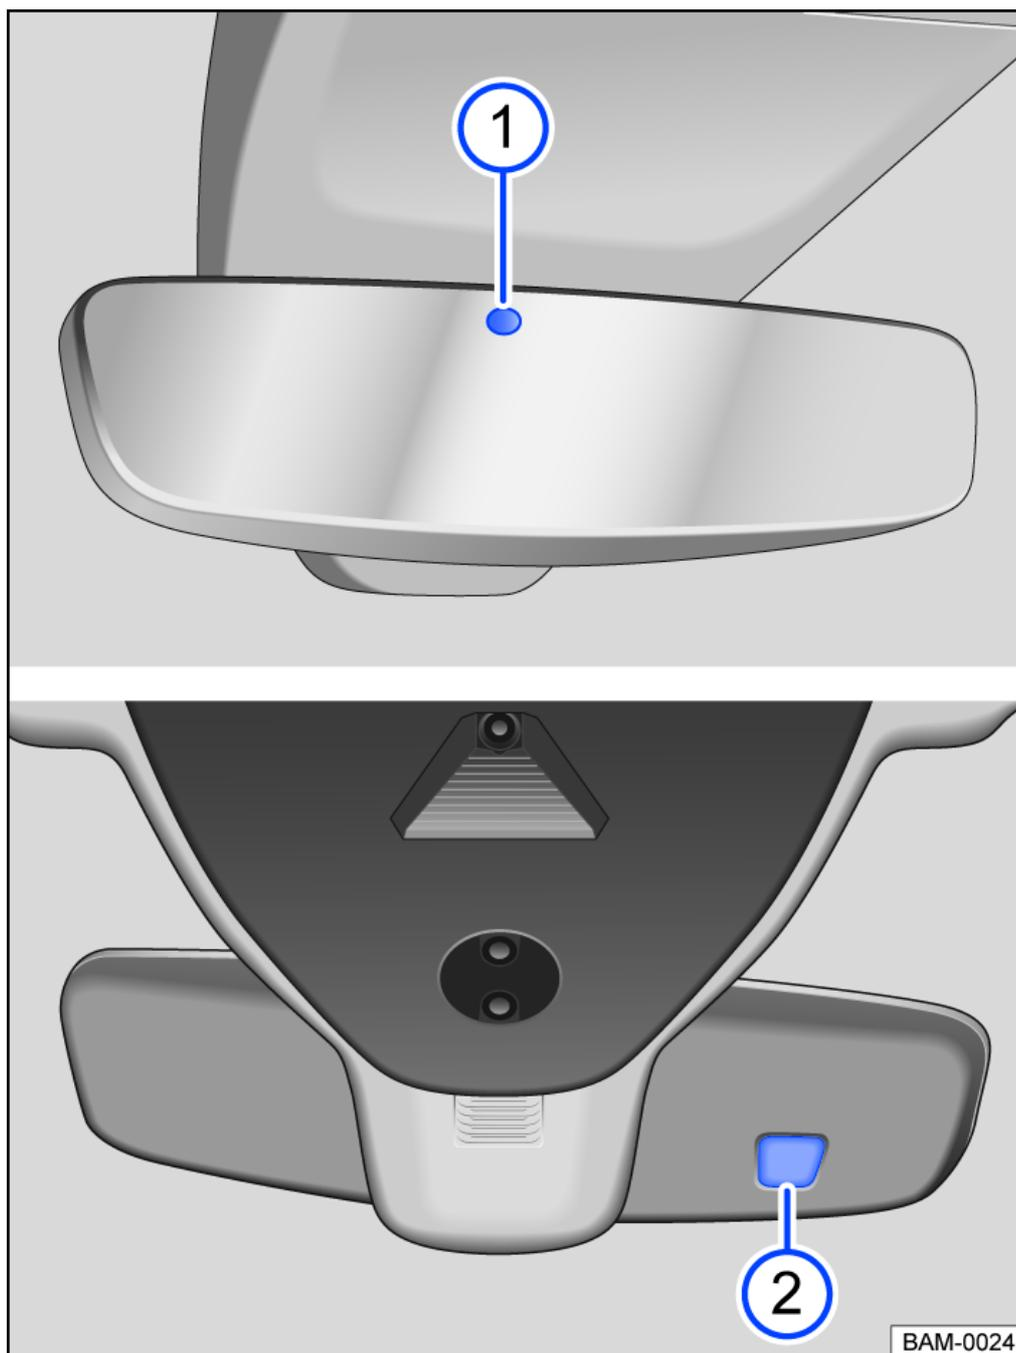

Abb. 1 An der Frontscheibe: Automatisch abblendender Innenspiegel.
Bei eingeschalteter Zündung messen die Sensoren den Lichteinfall von hinten → *Abb. 1* ① und von vorn ②.